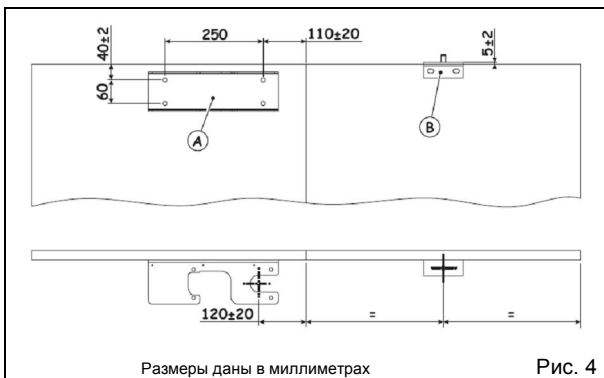

Рис. 4
- 2) Поставить на створку ворот крепёжный кронштейн А согласно размерам, указанным на рис. 4. Приварить или прикрутить с помощью 4 винтов.
- 3) Вторую створку поставить в полуоткрытое положение и установить уголок со штифтом В. Уголок приварить или закрепить двумя винтами, соблюдая размеры, указанные на рис. 4.